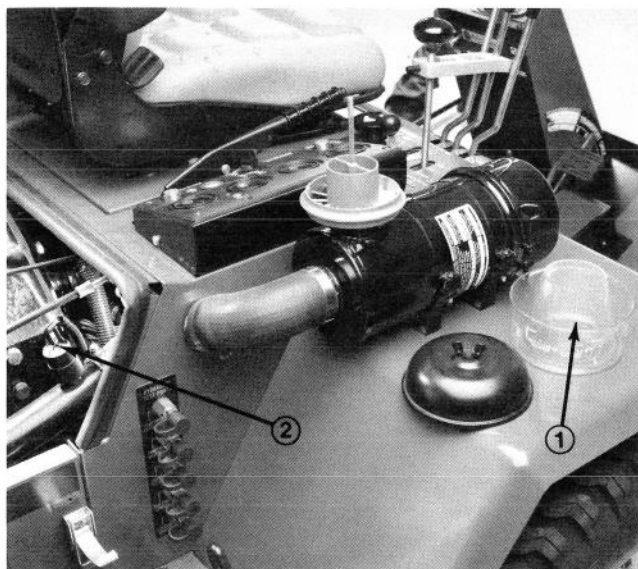

Figure 32
1. Révision du bol du préfiltre (Fig. 32) – Inspecter le bol tous les jours et plus souvent en cas de poussière ou de saleté abondante. Ne pas laisser la poussière s'accumuler au-dessus des marques de niveau du bol.